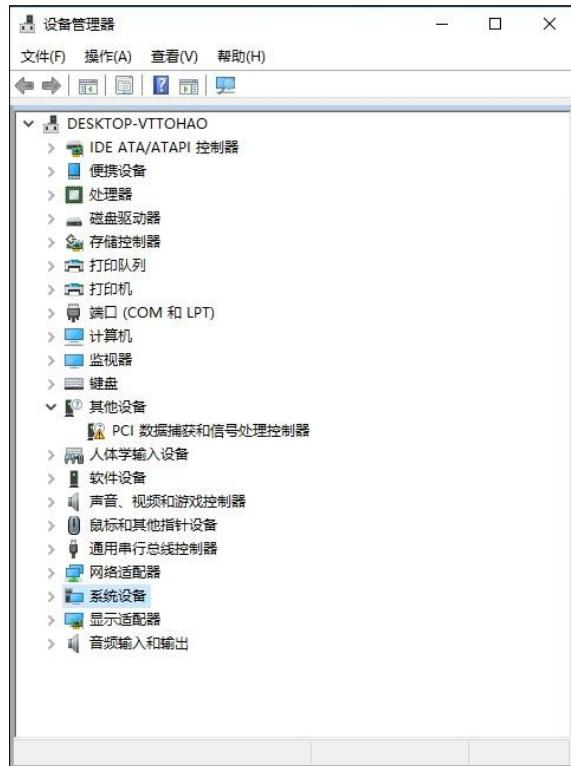

图 2.3、未安装驱动程序之前
- 1) 打开 Windows 操作系统的设备管理器，在未安装驱动程序时，如下图 2.3 所示，显示为“PCI 数据捕获和信号处理控制器”。